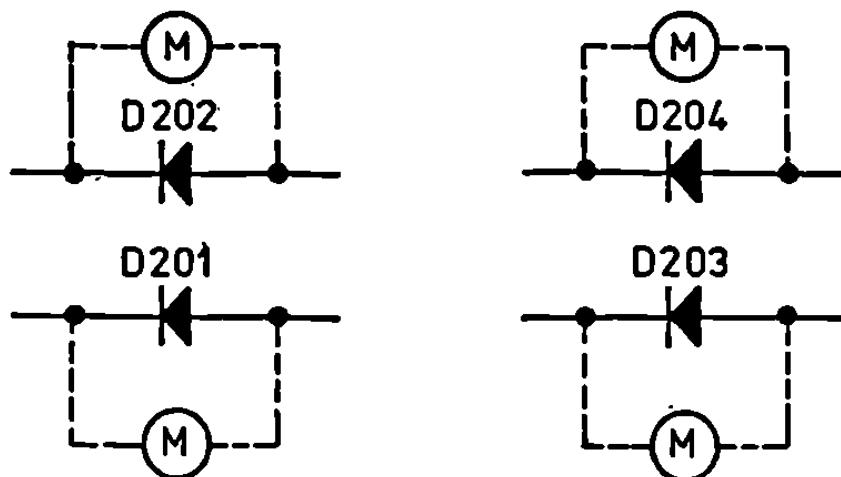

Figura A.1a.- Diodos semiconductores de la tarjeta E1508. (Para todos los modelos PRD2).
3.- Si están fundidos los fusibles “11FU” y “13 FU” en la tarjeta “E1508”, verifique que el fusible sea el apropiado, es decir , de 3 amp. Con el motor apagado, verifique que el campo del motor no este en corto. Con el campo del motor desconectado del control, la resistencia de campo no deberá medir menos de 25 ohms, en campo de 50 Volts C.D., y menos de 50 ohms en campos de 100 Volts de C.D. ó de 100 ohms en campos de 200Volts. Con el campo aún desconectado del control, verifique también que los diodos “D201” al “D204” no estén en corto circuito. Refiérase a la sección A.1.8 y a la figura A.1a. del anexo 2 para las inspecciones apropiadas.
Refiérase a la figura A.1a. Ubicada en el anexo 2 para verificar los diodos de campo. Temporalmente quite del control el campo del motor. Hay cuatro diodos ("D201" al "D204") que deberán ser inspeccionados en la tarjeta "E1508". Para la verificación, use un "Simpson 260" ó equivalente. Coloque el conector (+) del medidor en el ánodo del diodo "D201" y el (-) en el cátodo. Con estas conexiones y el aparato medidor en la escala Rx1, deberá obtenerse una lectura de 5 a 15 ohms. Cambie los conectores en posiciones opuestas en el diodo y la lectura deberá indicar abierto debido a que la resistencia podrá estar al menos algunos 100 kilo-ohms. Repita esta operación para los diodos "D202", "D203", y "D204". Si se encuentra alguno de estos diodos defectuoso, el control deberá ser devuelto a la fábrica para su reparación, ya que estos diodos no se consideran reemplazables en el campo.